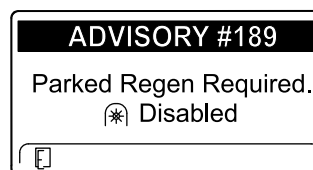

Figure 52
- Si vous n'exécutez pas de régénération en stationnement dans un délai de 2 heures, l'InfoCenter affiche ADVISORY #189 (avis n° 189) s'affiche pour demander une régénération en stationnement – prise de force désactivée (Figure 52).